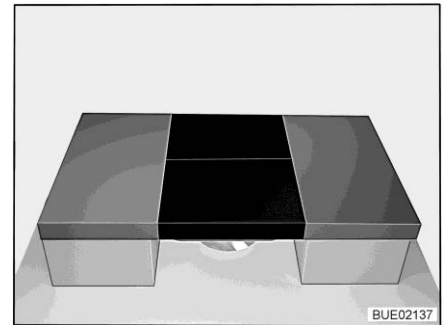

Bild 168 Efter ombyggnaden
- Lägg två extra dynor på bordet (se Bild 168).